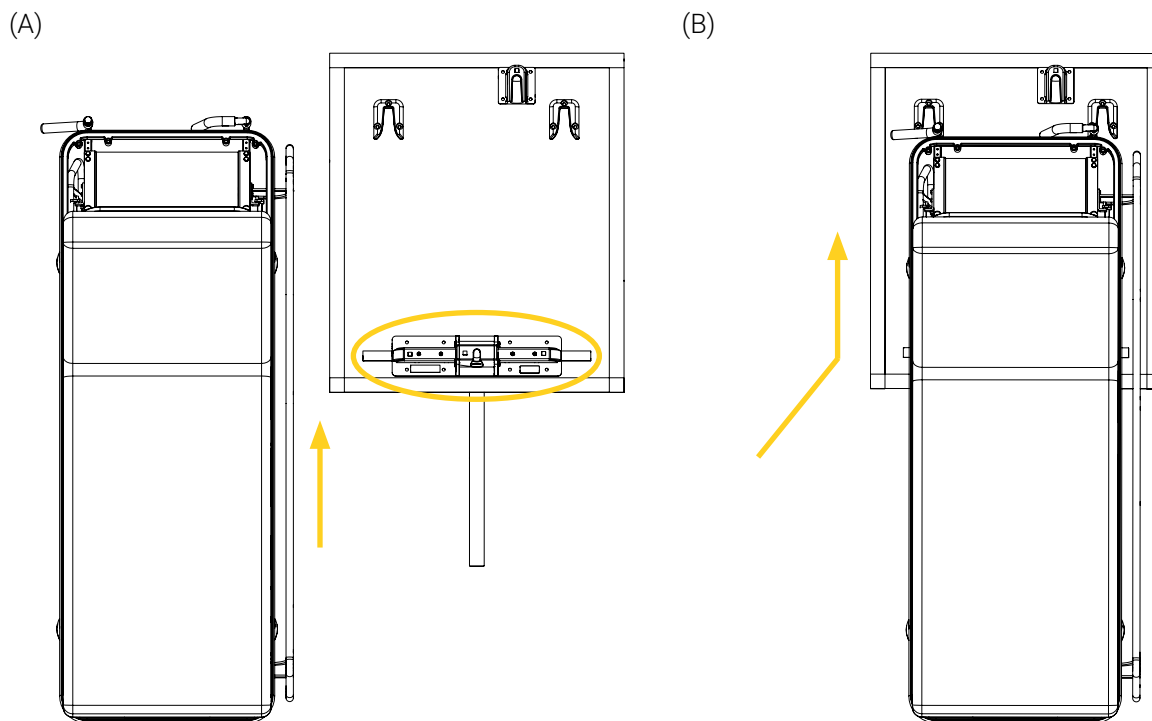
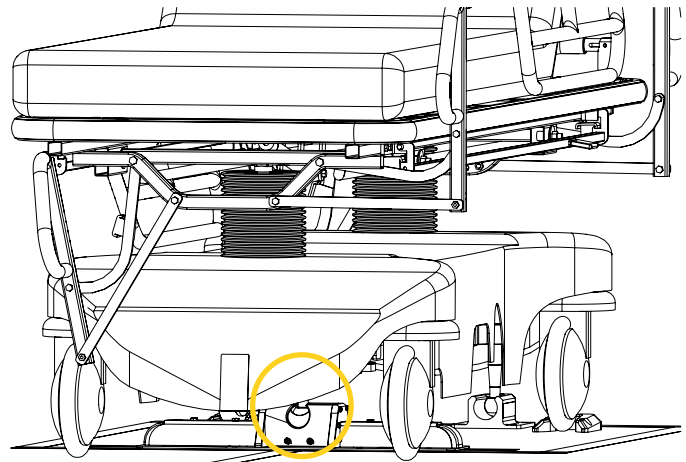

Figure 16: Approcher de façon sécuritaire le AnchorMed avec la civière
Figure 18: Accouplement de la civière et du AnchorMed
2. Diriger le côté tête de la civière vers le Fixation au sol AnchorMed, restant à l'extérieur du ruban de marquage au sol pour délimiter les zones de risque de trébuchement, jusqu'à ce que les roues avant aient dépassées l'Ancre au sol (Figure 16 A). Consulter la section « Étiquettes » à la page 10 au besoin.
3. Diriger la civière autour de l'Ancre au sol à l'intérieur du ruban de marquage et vers le Guide d'attelage au sol et les Guides de roue au sol (Figure 16 B) à l'aide des autocollants d'alignement, pour faciliter l'alignement de la Fixation au sol AnchorMed et de la Fixation pour civière AnchorMed (Figure 18). Consulter la section « Étiquettes » à la page 10 au besoin.
4. Insérer et verrouiller la civière dans le système d'ancrage (Figure 18). Consulter la section « Verrouillage/ Déverrouillage du AnchorMed » à la page 24 au besoin.